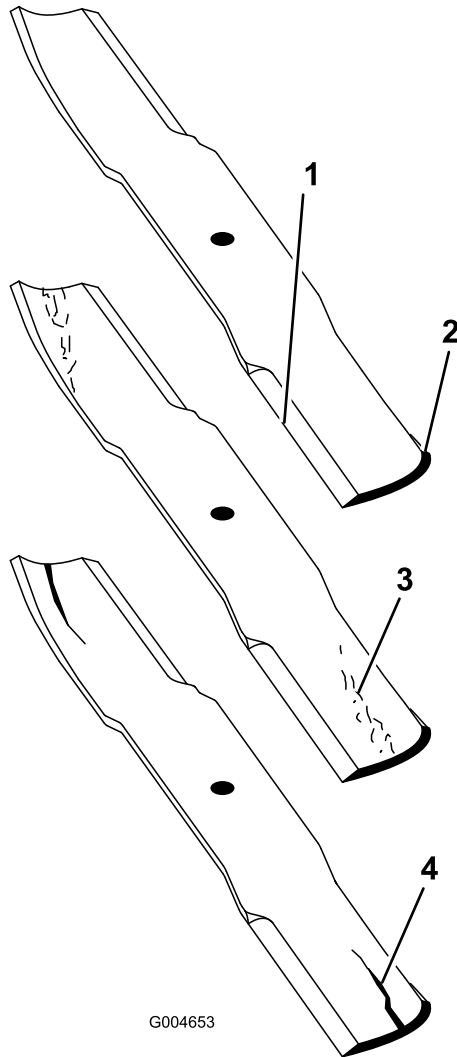

Figura 93
2. Examine cuidadosamente los extremos de corte de la cuchilla, sobre todo en el punto de reunión entre la parte plana y la parte curva de la cuchilla (Figura 93). Puesto que la arena y cualquier material abrasivo pueden desgastar
el metal que conecta las partes curva y plana de la cuchilla, compruebe la cuchilla antes de utilizar el cortacésped. Si se aprecia desgaste (Figura 93), cambie la cuchilla.
Si se permite que la cuchilla se desgaste, se formará una hendidura entre la vela y la parte plana de la cuchilla (Figura 93). Con el tiempo, una parte de la cuchilla puede desprenderse y ser arrojada desde debajo de la carcasa, posiblemente causando lesiones graves a usted o a otra persona.